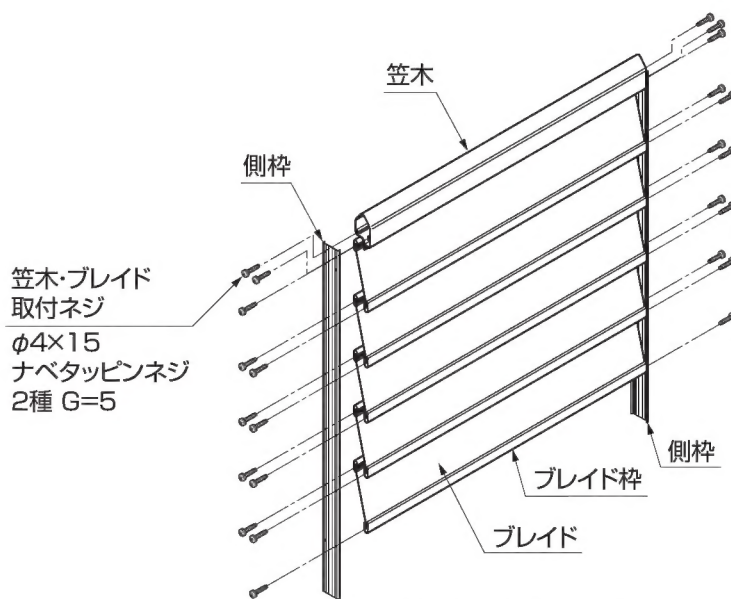
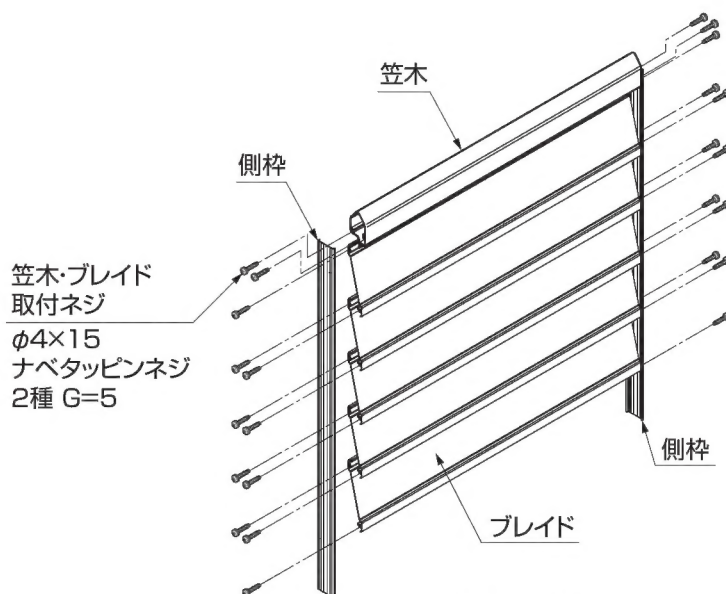

図6-1 S型・M型
図6-2 A型
- ①「笠木・ブレイド枠取付ネジ」を外し、各部材を取外してください。(図6-1、図6-2参照)
- ④ブレイドや笠木を図6-6・図6-7のように配列し「笠木・ブレイド枠取付ネジ」にて取付けてください。(図6-1、図6-2参照)